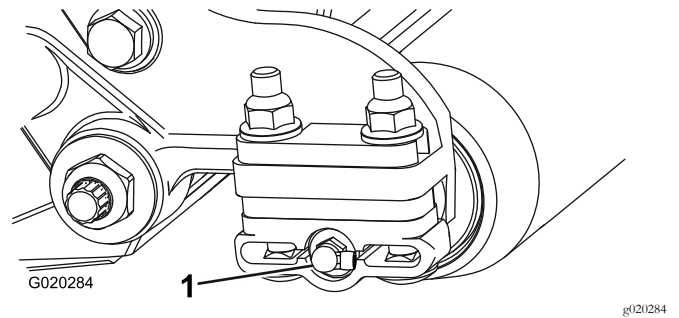

Bild 3
8. Entfernen Sie den geraden Schmiernippel vorne an der Seitenplatte und befestigen Sie den 90°-Schmiernippel an derselben Stelle (Bild 3).